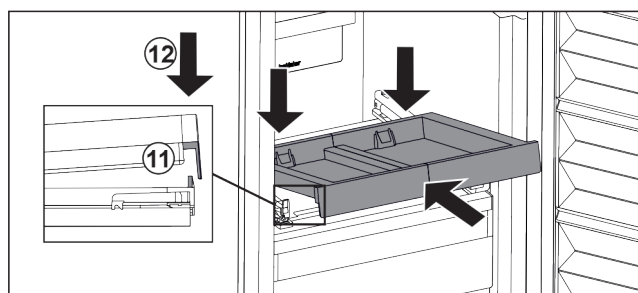

Fig. 84
- L'insérer en l'inclinant. Veiller à ce que, des deux côtés, la butée soit derrière la languette. Fig. 84 (11)
- Déposer le compartiment coulissant par l'avant. Fig. 84 (12)